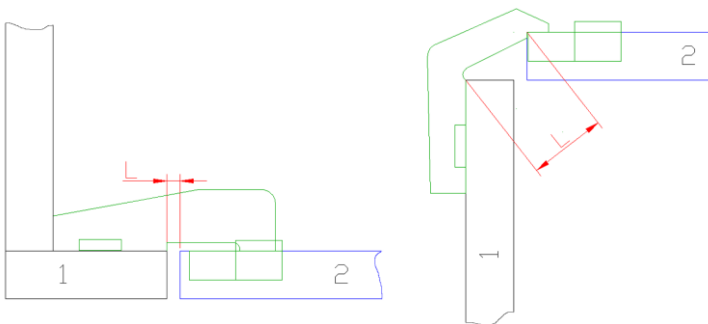

Рис. 11.42 Варианты установки специальных петель
- специальные петли (см. рис. 11.42 стр. 453),
- **L** в базе специальных петель – расстояние от ребра плоскости фасада, на которую установлена чашка петли, до ребра плоскости боковины тумбы, на которую установлена ответная планка петли, см. рис. 11.42 стр. 453.
- Для специальных петель обработка на боковине тумбы и на фасаде всегда задается от ребра, на которое установлен крепеж (соответственно от ребра боковины тумбы и от ребра фасада) см. рис. 11.42, стр. 453.